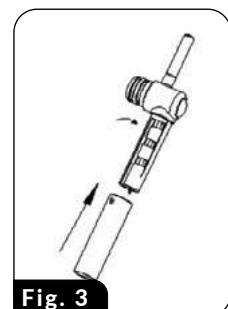

Fig. 3
1. Posiziona le tazze piccole su un supporto estraibile (6) dopo averle estratte in precedenza.
2. Due grandi fori nel supporto (6) e nella griglia (9) si trovano direttamente sotto l'uscita del caffè della fiaschetta: indicano il posto in cui posizionare correttamente due tazzine.
3. Posizionare una tazza grande direttamente sulla griglia della leccarda (9): il supporto (6) deve quindi essere inserito all'interno del dispositivo.
ATTENZIONE! Durante la preparazione del caffè CAPPUCINO o LATTE, assicurati di regolare l'ugello del tubo schiumogeno (22). È inoltre possibile regolare la lunghezza dell'ugello del tubo di erogazione del latte schiumato bloccandolo in diverse impostazioni di lunghezza in modo da adattarlo a diverse dimensioni della tazza (Fig.3).